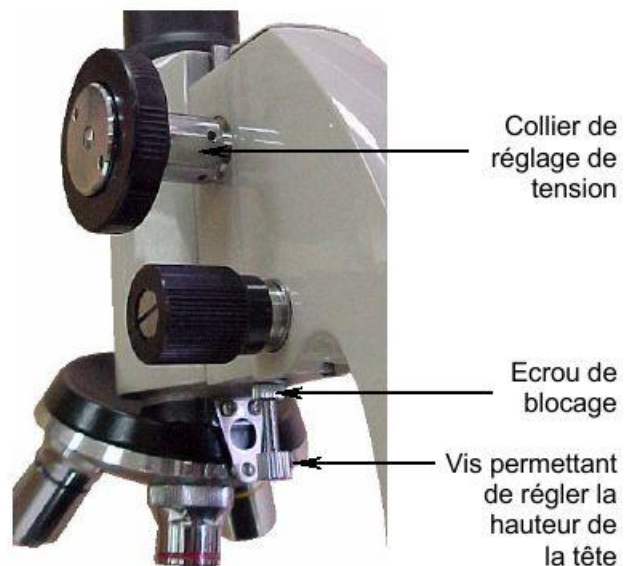

Fig. 1
Le collier de réglage de cette tension (fig.1) est situé entre le bouton de déplacement rapide (9) et la potence (12).
- a. Desserrer l'écrou de blocage (fig. 1).
- b. Desserrer la vis (fig. 1).
- d. Mettre au point sur la préparation en utilisant seulement le bouton de mise au point rapide (9) à l'aide de l'objectif 4X (5) puis de l'objectif 10X.